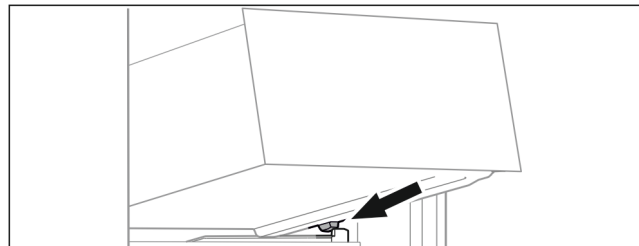

Fig. 20
- ▶ Schubfach schräg hinter den Stopperrn auf die Behälterraupe aufsetzen Fig. 20 (1).